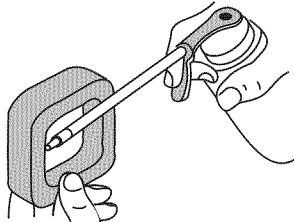

Fig. 25
- Aplice suficiente aceite limpio de motor SAE 30 para recubrir ligeramente el filtro (Fig. 25).